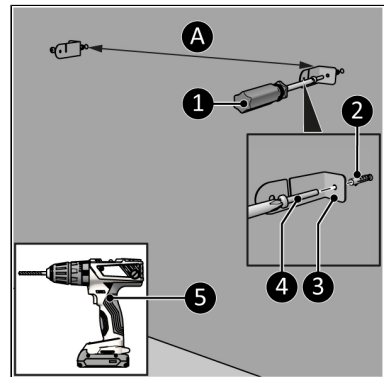
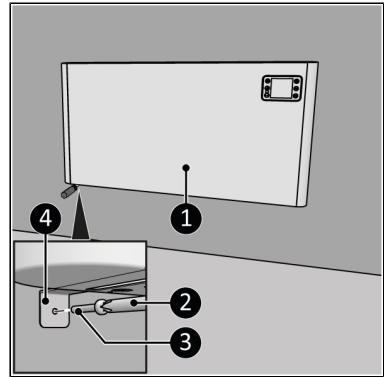

Abbildung 10.
Abbildung 13.
4. Bohren Sie mindestens 610 mm über dem Boden zwei Löcher für die Halterungen. Der Abstand zwischen den horizontalen Löchern beträgt ungefähr (Abbildung 10, pos. A)*:
5. Platzieren Sie die Wanddübel (Abbildung 10, pos. 2).
6. Schrauben Sie eine linke und eine rechte Halterung (Abbildung 10, pos. 3) an die Wand mit einer großen Schraube (Abbildung 10, pos. 4) mit einem Kreuzschlitzschraubendreher (Abbildung 10, pos. 1).
14. Platzieren Sie das Gerät (Abbildung 13, Pos. 2) wieder auf die Wandhalterungen (Abbildung 13, Pos. 1).
15. Schrauben Sie die Gerätehalterungen (Abbildung 13, Pos. 4) mit einer großen Schraube (Abbildung 13, Pos. 3) mit einem Kreuzschlitzschraubendreher (Abbildung 13, Pos. 2) an die Wand (Abbildung 10, pos. 2).